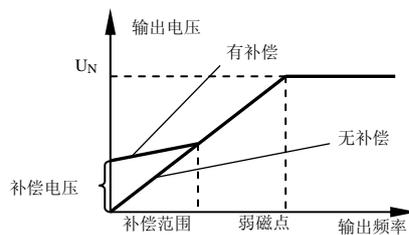

图 7-4 转矩补偿示意图
- ☞ 此参数定义低速转矩补偿的最高频率点，变频器输出超过此频率点则转矩补偿电压减为 0。补偿电压随频率升高而线性减小(参见图 7-4)。